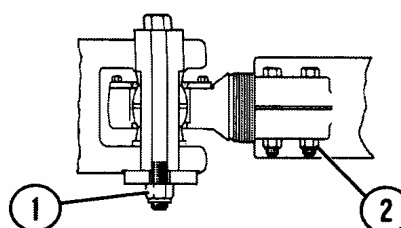

FIGURA 2-6
5. VARILLAJE DE LA DIRECCION – Revise el torque en las tuercas de retención del pasador (1, Figura 2-6) en el varillaje de la dirección. (525 ft. lbs (712 N.m)) . Revise el torque de las tuercas de retención del tirante de acoplamiento (2) 310 ft. lbs (420 N.m.) .